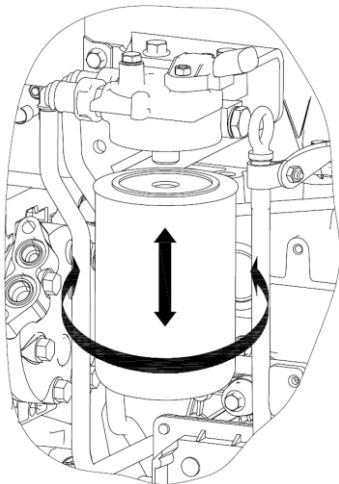

Рисунок 45 - Снятие и установка
2. Отвернуть сменный фильтр для топлива (рисунок 45).